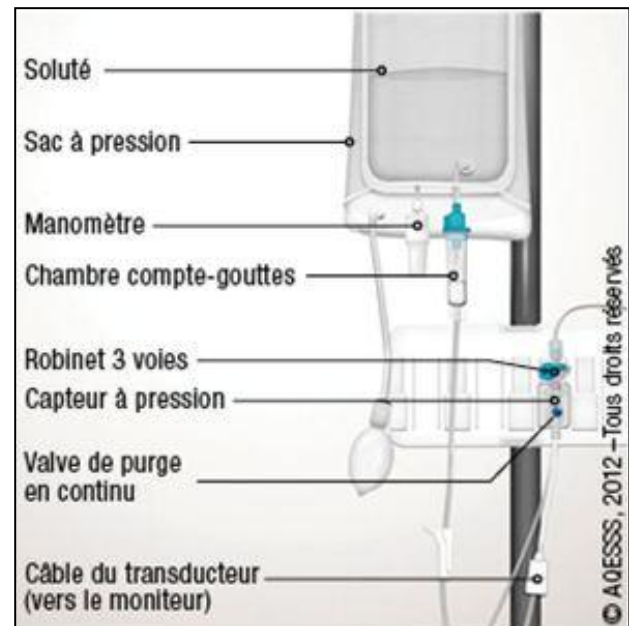

Figure 1 : Circuit de la ligne artérielle
8. Installer le circuit sur le support, le robinet vers le haut et la valve de purge en dessous (voir figure 1)